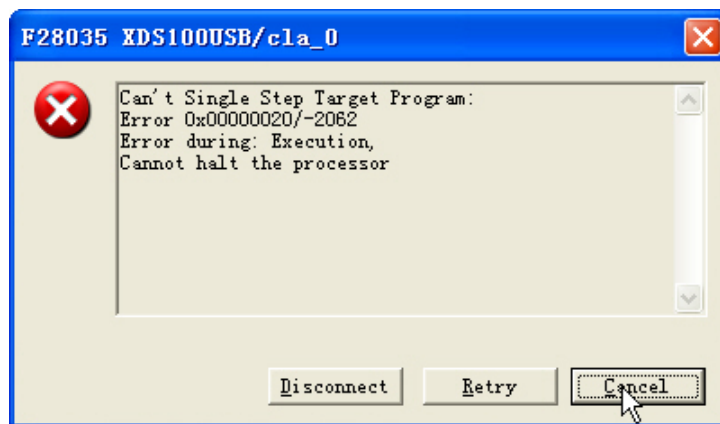

图 3.18 CLA 调试报错
如果程序没有运行到CLA的代码或者停在【MSTOP】指令处，却在CLA调试窗口进行调试操作，那么CCS会出现如图 3.18所示的界面。
- CLA 停止运行的时候不能进行调试，否则会出现图 3.18 的错误提示。